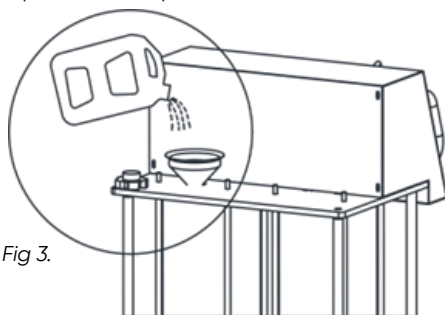

Fig 3.
2. Технические характеристики и количество антифриза см. в руководстве транспортного средства. Откройте крышку резервуара свежей жидкости в задней части устройства, через воронку залейте соответствующее количество антифриза (макс. 12 л) и затяните крышку бака, чтобы обеспечить ее герметичность (рис. 3).